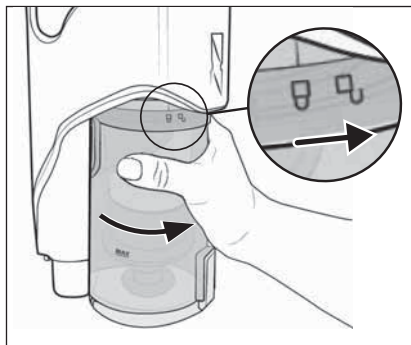

Fig. 28
- 8) Sæt smudsbeholderen **7** ind i produktet igen, og drej den i retning af symbolet  (luk), indtil den sidder fast i produktet (se fig. 28).